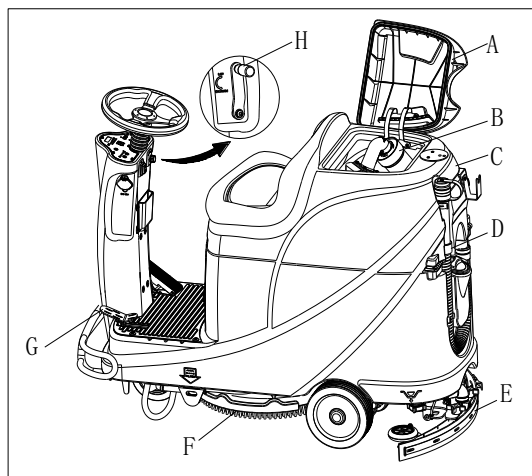

Figura 13
Un sistem de închidere automată, cu flotor, (B, Figura 13) va bloca sistemul de aspirare când rezervorul de apă recuperată (C) este plin. Dezactivarea aspirării va fi semnalizată printr-o creștere bruscă a frecvenței zgomotului motorului de aspirare, iar podeaua nu va mai fi uscată.
Când rezervorul de apă recuperată (C, Figura 13) este plin, goliți-l respectând următoarea procedură.